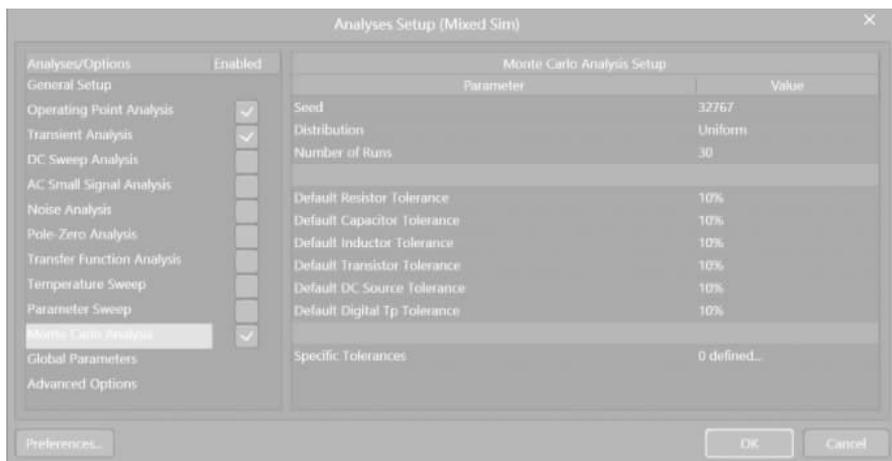

图 3-85 设置仿真参数界面 3
(4) 选择 Monte Carlo Analysis 选项, 出现如图 3-85 所示的 Monte Carlo Analysis Setup (蒙特卡洛分析设置) 界面。按下面参数设置:
- ① Seed(种子): 32767。
- ② Distribution(分布): Uniform。
- ③ Number of Runs(运行次数): 30。
- ④ 将所有的 Tolerance(容差)设置为 10%。